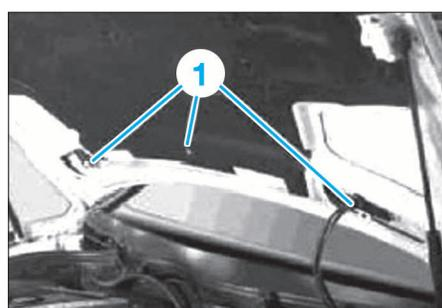
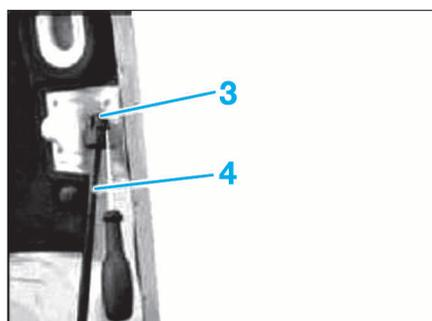

FIG. 6
FIG. 7
- Déposer les vis (1) de la grille de capot (2) (Fig.6).
- Déposer de la grille (2) :
- la grille de capot (2).
- le clip (3) (Fig.7).
- le vérin (4).